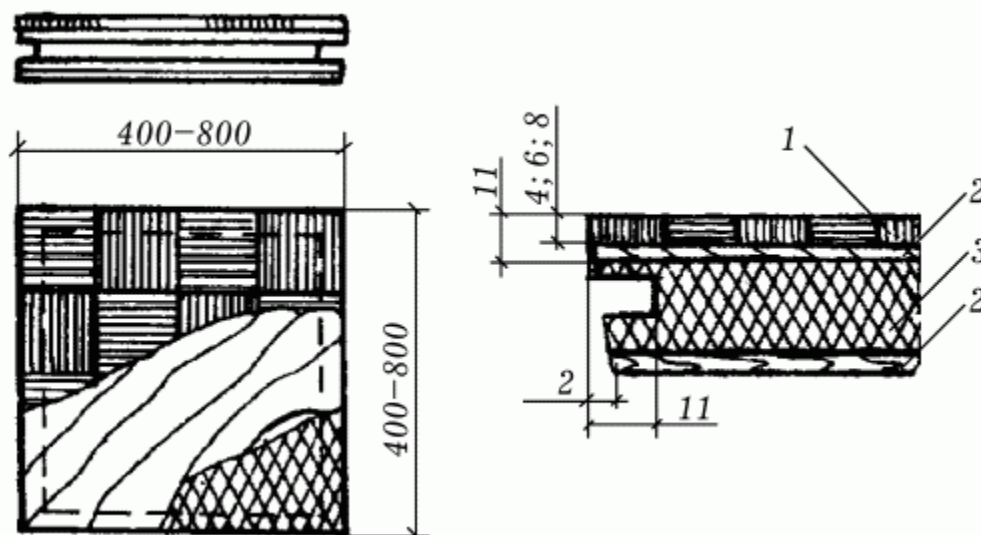

Рис. 6. Паркетные щиты типа ПЩ2: 1 – планки лицевого покрытия; 2 – рейки основания; 3 – лущеный шпон.
2. Щиты ПЩ2 с основанием из реек, облицованным с двух сторон лущеным шпоном (рис. 6).